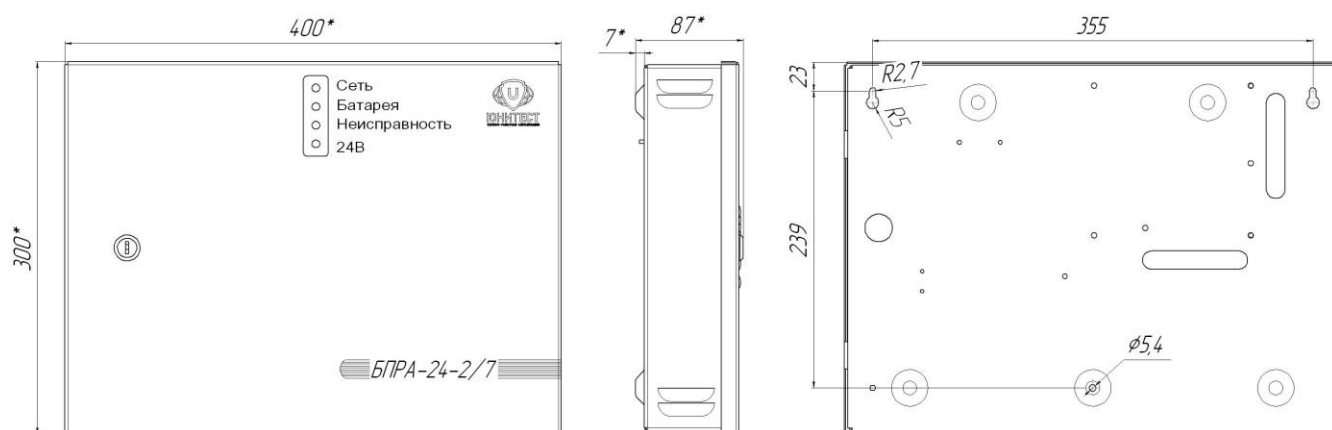
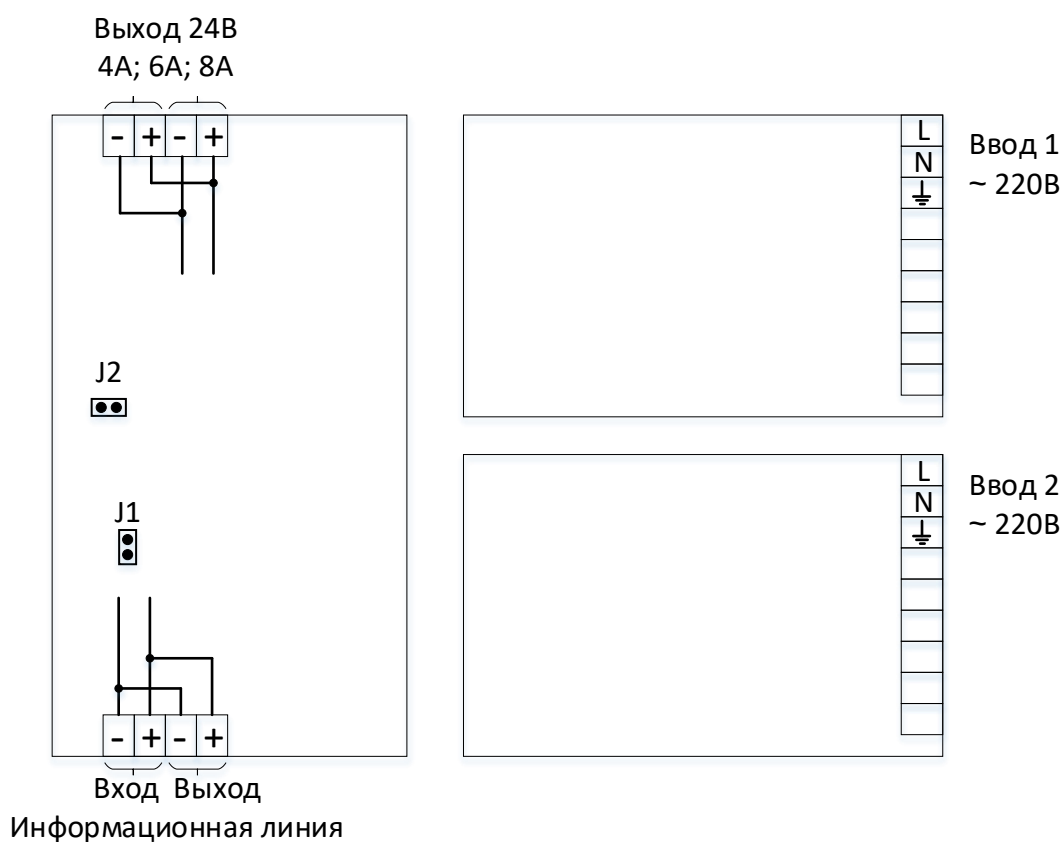

Рис.1. Габаритные и установочные размеры БПРА-АВР.
Рис.2. Схема подключения БПРА-АВР.
2.1.1. При проектировании размещения устройств пожарной автоматики необходимо руководствоваться Сводом правил СП 5.13130.2009. Габаритные и установочные размеры БПРА показаны на рис.1, принципиальные схемы подключения – на рис.2.
2.2.1. БПРА (см. рис.2) поставляется с установленными джампером 1 (программирование адреса).